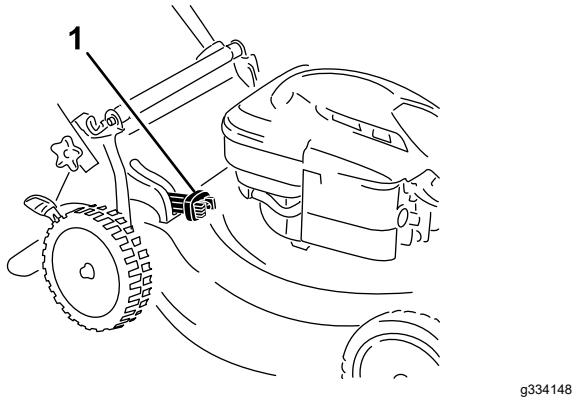

Figure 16
- **Pour ramasser les déchets d'herbe et de feuilles**, appuyez sur le bouton du levier de ramassage sur demande et déplacez le levier en avant jusqu'à ce que le bouton ressorte (**Figure 16**).